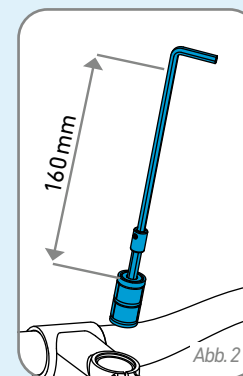
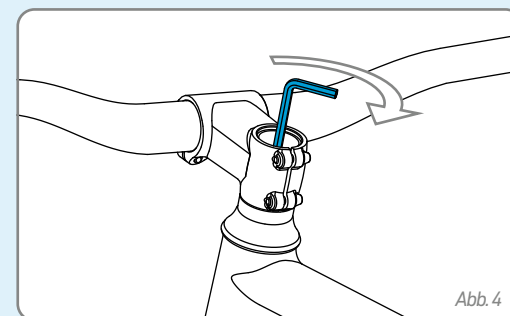

Abb. 2
Abb. 4
2. Stecke den Adapter in die Schraube vom counterpart expander. Miss einen Abstand von **160 mm** von Oberkante counterpart expander bis nach oben (Abb. 2) und markiere diese Länge am Inbusschlüssel.
3. Führe nun die core ready Hülse mit aufgesetztem Bajonettring mittig darüber bis das Gewinde der Schraube aus dem mittleren Loch herausragt und halte dies fest (Abb. 2 und Abb. 4).